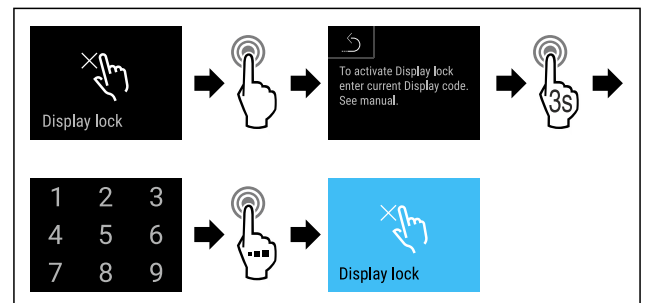

Fig. 79
- Udfør handlingstrinene (se Fig. 79).